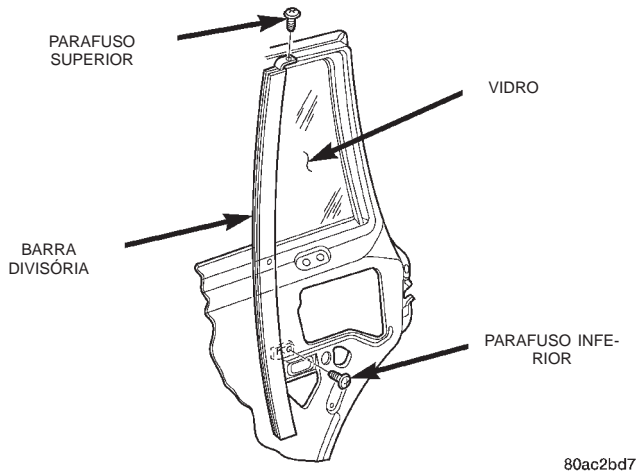

Fig. 7 Barra Divisória/Vidro Fixo
- (1) Abaixar o vidro da janela.
- (2) Remover a tira de vedação interna e externa.
- (3) Remover o painel de acabamento e a barragem de água do painel interno da porta.
- (4) Remover os parafusos que prendem a barra divisória com o vidro à porta (Fig. 7).